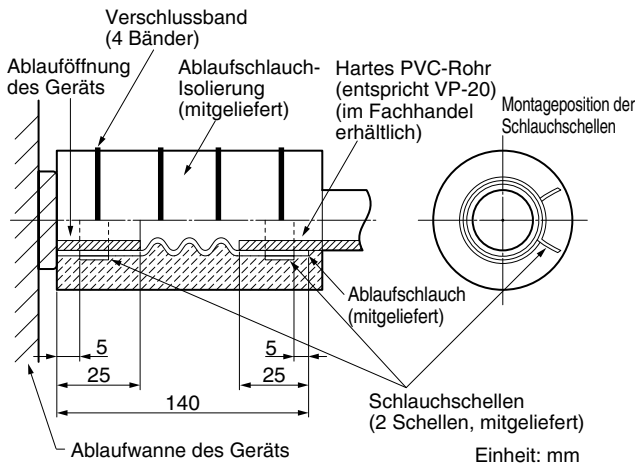

Abb. 3-54
- (1) Anschluss des Ablaufschlauchs
- (2) Anbringen des Ablaufschlauchs
- So anbringen, dass sich die Schlauchschelle auf der Seite der Ablauföffnung befindet. (Abb. 3-54) Vor der Verkabelung die örtlichen Verordnungen und Richtlinien überprüfen. Ebenso auf spezielle Verordnungen und Beschränkungen achten.